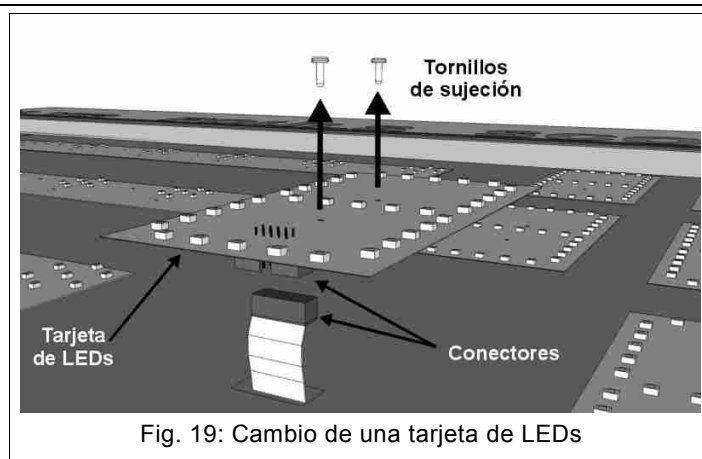

Fig. 19: Cambio de una tarjeta de LEDs
2. Quite los tornillos de sujeción de la tarjeta que hay que cambiar (Fig. 19); saque un poco la tarjeta de su posición para poder sacar el conector del cable de conexión plano.